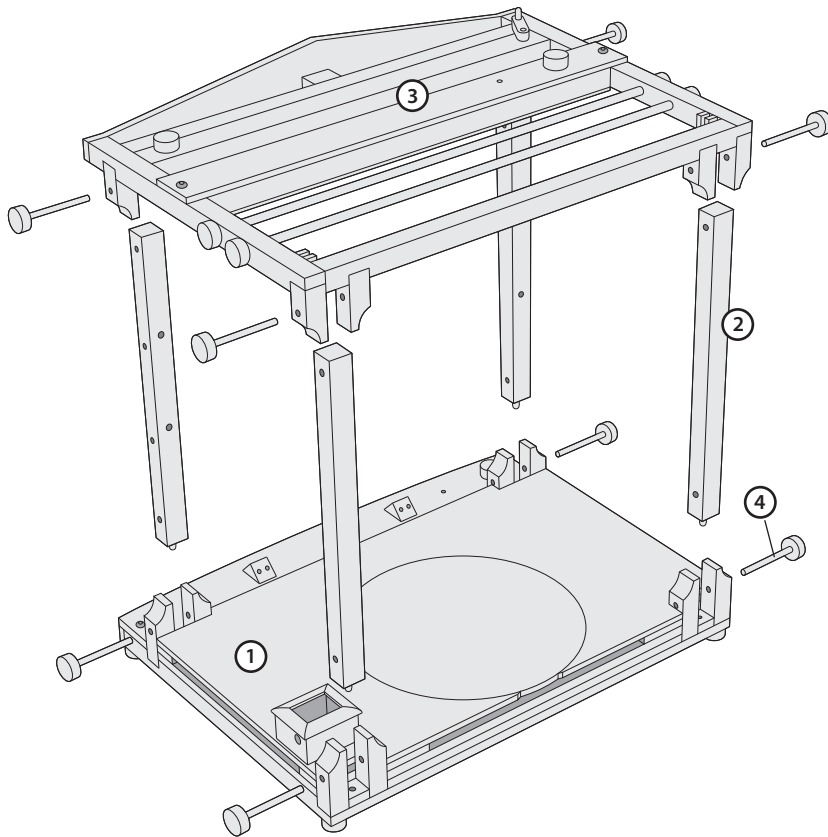

Рисунок 2
1. Das Fundament (1) auf eine glatte und stabile Oberfläche legen.
2. Die Säulen (2) so aufstellen, dass die farbigen Symbole darauf mit denselben farbigen Symbolen des Fundaments zusammenfallen.
3. Den oberen Teil des Theaters (3) auf die Säulen legen.
4. Die Schlüssel (4), insgesamt 8 Stück, an ihre Plätze stecken, wie es auf der Abbildung 2 gezeigt ist.